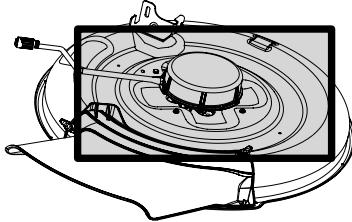

Figura 15
- Limpie la parte superior de la plataforma del tractor cortacésped. Consulte la Figura 15.